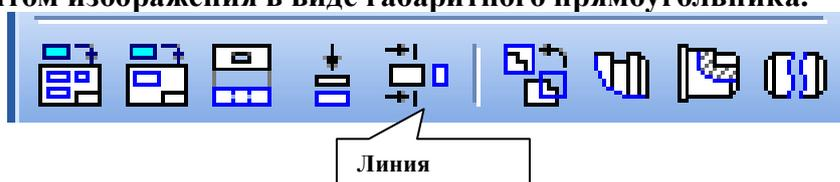
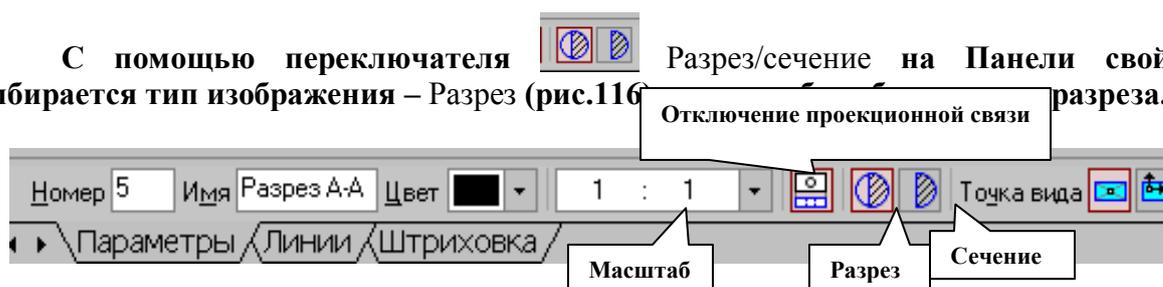

Рис.115 Панель Ассоциативные виды
Рис.116 Панель управления командой построения разрезов и сечений
4. На панели Ассоциативные виды (рис.115) выберем кнопку Линия разреза, затем появившейся на экране ловушкой укажем линию разреза. Если все сделано верно (линия разреза должна быть обязательно построена в активном виде), то линия разреза окрасится в красный цвет. После указания линии разреза А-А на экране появится фантом изображения в виде габаритного прямоугольника.
С помощью переключателя  Разрез/сечение на Панели свойств выбирается тип изображения – Разрез (рис.116) отключения проекционной связи разреза.
отключать переключателем  Проекционная связь (рис.116). Для настройки параметров штриховки, которая будет использоваться в создаваемом разрезе (сечении) используется элементы управления на вкладке Штриховка.
2. С помощью кнопки Линия разреза, расположенной на панели Ассоциативные виды (рис.115), появившейся ловушкой укажем линию секущей плоскости В-В. С помощью переключателя  Разрез/сечение на Панели свойств следует выбрать тип изображения – Сечение (рис.116), масштаб отображаемого сечения выбирается из окна Масштаб.